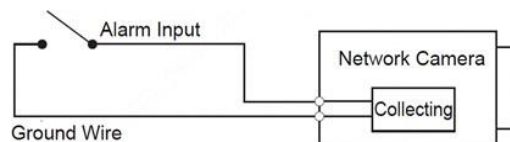

рис. 1-2 Сигнальный вход
1. Подключите сигнальный вход устройства к сигнальному входу порта ввода-вывода, см. рис. 1-2.